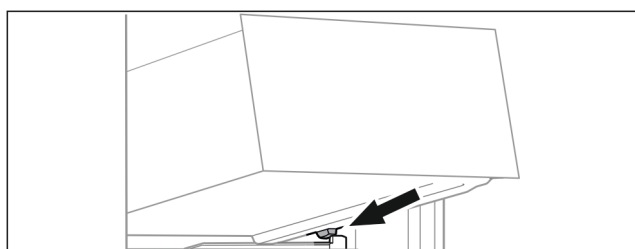

Fig. 122
- Schubfach schräg hinter den Stopperrahmen auf Behälterrippe aufsetzen. (siehe Fig. 122)